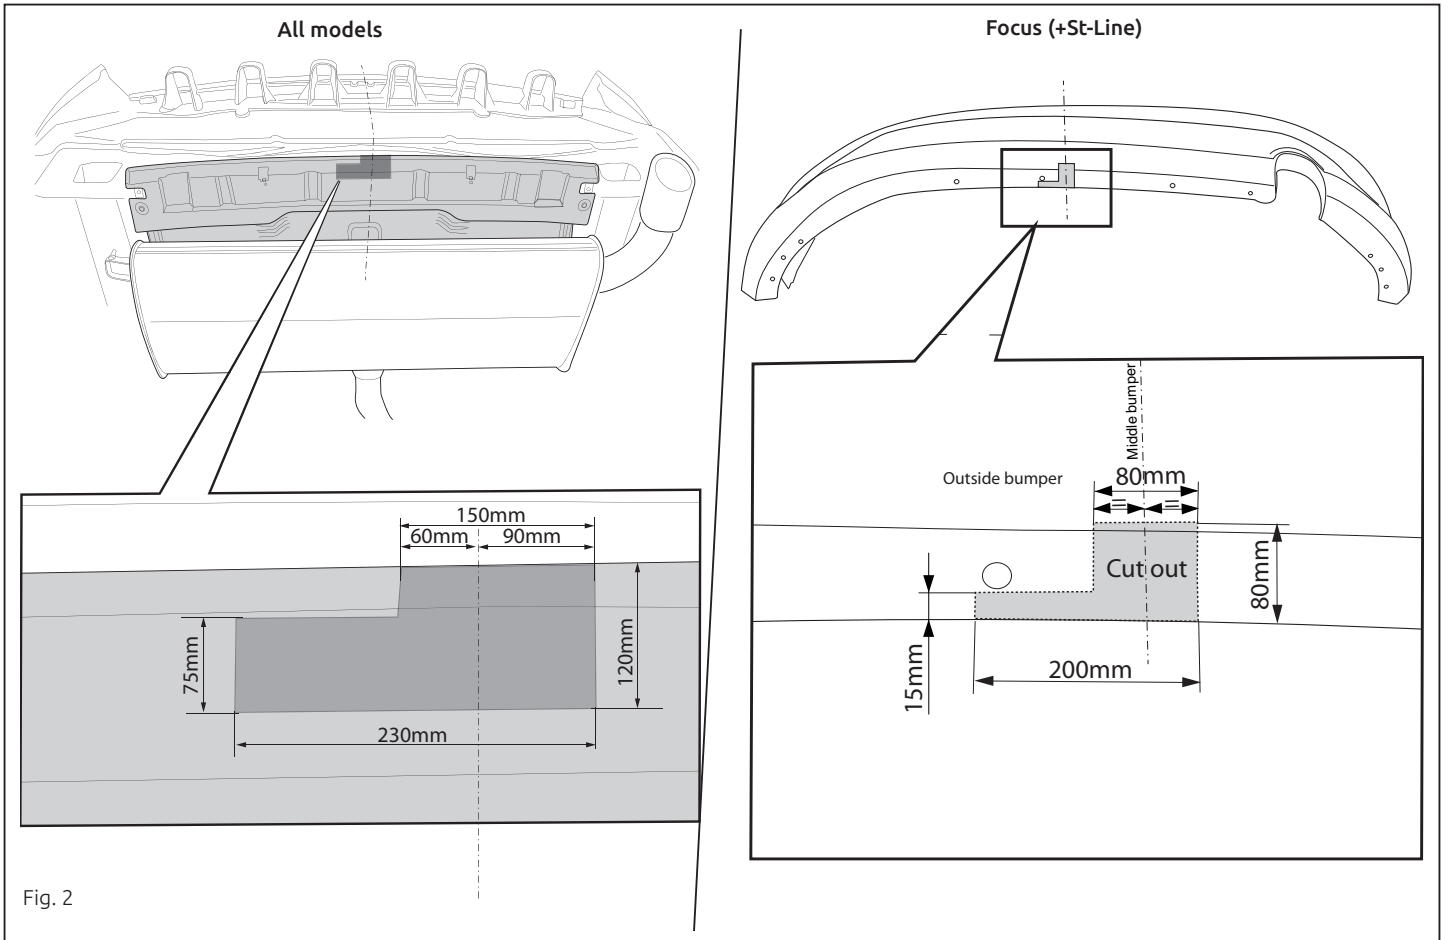

Fig. 2
5. Отпилить обозначенные части, как указано на рис. 2, 2а.